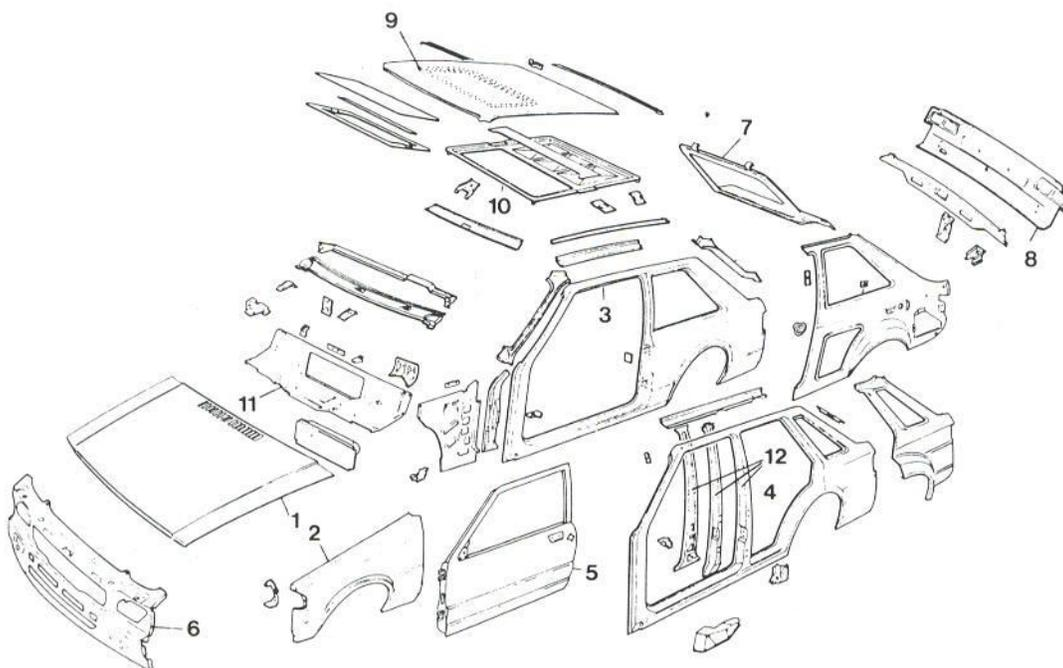

Figura 3. Despiece general de las planchas de revestimiento de una carrocería marca FORD
Como quiera que será necesario referirnos con frecuencia a estas planchas vamos a analizar en la figura 3 un despiece general de las planchas de revestimiento corrientes, debidamente numeradas, para conocer el nombre que reciben. Conocer esta nomenclatura es importante para entender, en lo sucesivo, qué es cada cosa y la disposición que ocupan en el conjunto de la carrocería.
En la figura 3 citada hemos de destacar las piezas de revestimiento más importantes. Por ejemplo en, 1 nos encontramos con el capó que cubre la parte superior del motor. Esta plancha lleva un refuerzo interno y va provista de bisagras para que pueda abrirse o cerrarse y tener de este modo acceso al motor. En 2 tenemos el conjunto de la aleta delantera izquierda (tapabarro) que cubre la rueda mientras en 3 y 4 tenemos todo el panel costal (lateral) para carrocerías de dos y cuatro ruedas respectivamente. La puerta la tenemos en 5 y en 6 la calandra ó calandria (máscara) que consiste en la protección del radiador y plancha de cierre delantero con ubicación de los faros o seal beam. Por la parte trasera nos encontramos con el portón de cierre trasero o maletero (7) que en este tipo de carrocería es una puerta trasera más. En 8 nos encontramos con la plancha trasera de cierre y sujeción del parachoques, mientras en 9 tenemos el techo que constituye la parte superior de la carrocería. En este ejemplo podemos ver que se trata de un techo corredizo o desplazable (también conocido con el nombre de techo solar “Sunroof”) mediante el cual se permite una entrada adicional de aire para ventilación durante el verano. El marco de este techo lo tenemos en 10. Otra pieza importante está formada por el panel de portainstrumentos (11) que va unida al salpicadero y constituye el conjunto de plancha de separación entre el habitáculo de los pasajeros y el capó delantero. Por último hay que destacar también el llamado pilar central (12) que ocupa la parte media del panel costal y forma, a la vez que el marco de las puertas, un pilar de sujeción de este panel de plancha entre el techo y el suelo de la carrocería.
El resto de las piezas dibujadas en esta citada figura 3 corresponden a pequeñas piezas de refuerzo, soporte o sujeción de las piezas más grandes que se acaban de definir.